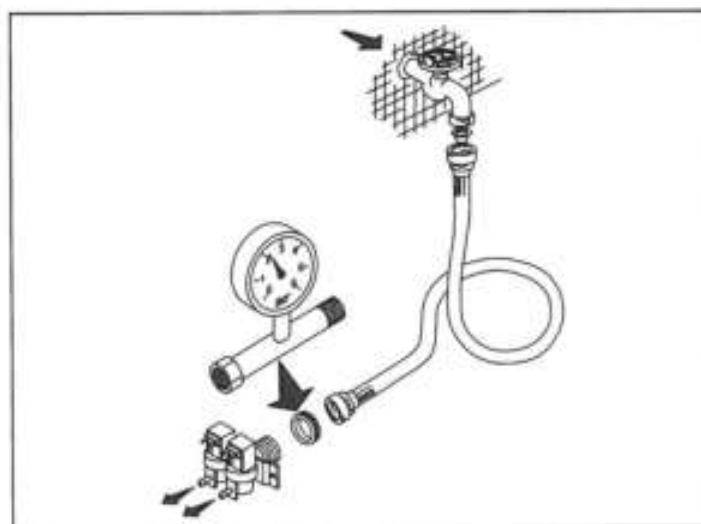
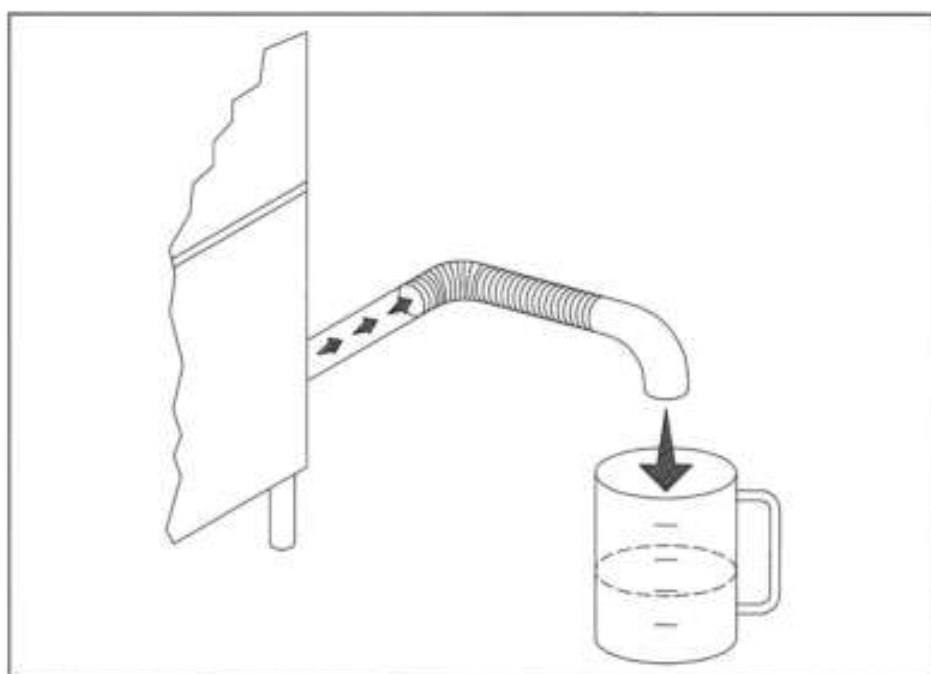

Рис. 2-4
Рис. 2-5
- Конструкция машины предполагает подключение к подаче холодной или горячей воды (макс. 50 - 55°C) под давлением с открытым клапаном, как показано в Таблице 2-1. Если давление превышает максимально допустимое значение, необходимо установить редуктор давления. Если давление меньше минимально допустимого значения, установите подпиточный насос увеличения давления с макс. мощностью 0.5 л.с., выходом 20 л/мин и напором 15-20 метров. Давление необходимо измерять на входе электроклапана (смотрите Рис. 2-4). Трубы для воды должны иметь внутренний диаметр по меньшей мере 16/18 мм (смотрите Рис. 2-5). Подключите трубу подачи воды машины к запорному крану (B), желательно поближе к машине, и установите специальный фильтр (B1), входящий в комплект поставки (смотрите Рис. 2-2). Мы рекомендуем устанавливать перед электромагнитным клапаном машины (смотрите Рис. 2-3) умягчитель воды (C) (не входит в комплект поставки).
- The appliance is designed for connection to the cold or hot water supply (max. 50-55°C) at a mains pressure with the valve open as shown in Table 2-1 and a minimum output of 10 litres/min. If pressure exceeds the maximum, fit a pressure reducer. If pressure is lower than the minimum, fit a pressure booster pump of max. 0.5 HP, with an output of 20 litres/min. and a head of 15-20 metres. Pressure must be measured at the solenoid valve inlet (see fig. 2-4). The water pipes must have an internal diameter of at least 16/18 mm (see fig. 2-5). Connect the appliance water supply pipe to a cut-out tap (B), preferably placed close to the appliance, fitting the special filter provided (B1) (see fig. 2-2). We recommend fitting a water softener (C) (not provided) upstream from the machine solenoid valve (see fig. 2-3).
- Das Gerät ist für den Anschluss an Warm-und Kaltwasser (max. 50-55°C) vorgesehen, wobei der Druck bei offenem Ventil dem in Tab. 2/-1' G Bei höherem Druck als dem empfohlenen einen Druckminderer installieren. Bei niedrigeren Druck als empfohlen eine Druckerhöhungspumpe mit max. 0,5 PS, einer Förderleistung von 20l/min und einer Förderhöhe von 15-20m installieren. Die Druckkontrolle muss am Eingang des Elektroventils erfolgen (siehe Bild 2-4). Die Wasserleitung muss einen Innendurchmesser von mindestens 16/18 mm aufweisen (siehe Bild 2-5). Den Zulaufschlauch des Gerätes an einen möglichst nahegelegenen Wasserhahn (B) anschliessen und den vorgesehenen Filter (B1) anbringen (siehe Bild 2-2). Der Einbau eines Etkalkers (C) wird empfohlen; dieser gehört nicht zur Ausstattung und muss vor dem Elektroventil der Maschine eingebaut werden. (siehe Bild 2-3).
- L'appareil peut être raccordé à l'eau froide ou chaude (50-55°C max) à une pression, soupape ouverte, comme indiqué dans le tableau 2-1. Si la pression dépasse la pression maximum conseillée, il faut installer un réducteur de pression. Si la pression est inférieure à la pression minimum conseillée, il faut installer une pompe pour faire augmenter la pression de 0,5 Hp max., à un débit de 20 litres /min et à une hauteur d'élévation de 15-20 m. Le contrôle de la pression sera effectué à l'entrée de l'électrovanne (voir fig. 2-4). Les conduites d'eau auront un diamètre interne d'au moins 16/18 mm (voir fig. 2-5). Raccorder la conduite d'arrivée de l'eau de l'appareil à un robinet secondaire (B), installé si possible tout près de l'appareil, après avoir intercalé le filtre spécial fourni (B1) (voir fig. 2-2). Nous conseillons d'installer un adoucisseur (C) (non fourni) qui sera monté en amont de l'électrovanne de la machine (voir fig. 2-3).
- Este aparato se puede alimentar con agua caliente o fría (máx. 50 ÷ 55°C); la presión del agua con válvula abierta está indicada en la tabla 2-1. En caso de que la presión fuera superior a la máxima que se aconseja, instale un reductor de presión; si fuera demasiado baja, instale una bomba de aumento de presión de 0,5 Hp (máximo), con un caudal de 20 litros por minuto y una altura de elevación de 15 a 20 m. El control de la presión se debe efectuar en la entrada de la electroválvula (véase fig. 2-4). La tubería del agua debe tener un diámetro interior de 16-18 m. por lo menos (véase fig. 2-5). Conecte el tubo de alimentación del agua del aparato a un grifo de paso (B), que irá montado preferentemente muy cerca del aparato, tras interponer el filtro (B1) del equipamiento base (véase fig. 2-2). Es aconsejable instalar un descalcificador (C) (que no forma parte del equipamiento base). El descalcificador irá montado antes de la electroválvula de la máquina (véase fig. 2-3).